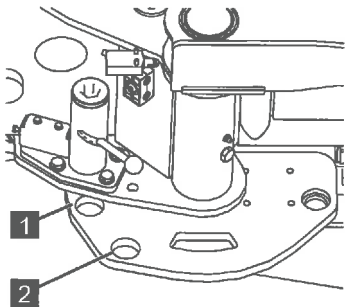

Abb. 113
3. Die Stütze so weit schwenken, bis sich der Arretierungsbolzen über der Bohrung zur schmalen (Abb.113/1) oder breiten (Abb.113/2) Arbeitsposition befindet.